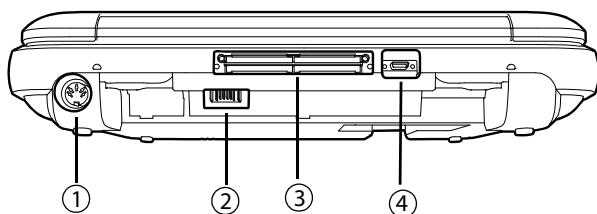

Рис. 2-2 Ультразвуковая система SonoSite Edge II, вид сзади
- 1 Подсоедините кабель питания постоянного тока от блока питания к разъему питания системы. См. **рис. 2-2** на стр. 2-5.